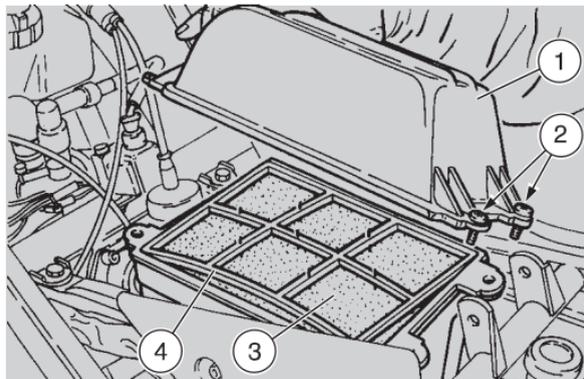

Abb. 40
- die vier Schrauben der Filter-Abdeckung (1-Abb. 40) lösen und die Abdeckung entfernen (2-Abb. 40);
- den Filtereinsatz (3-Abb. 40) und das Gitternetz (4-Abb. 40) herausnehmen;